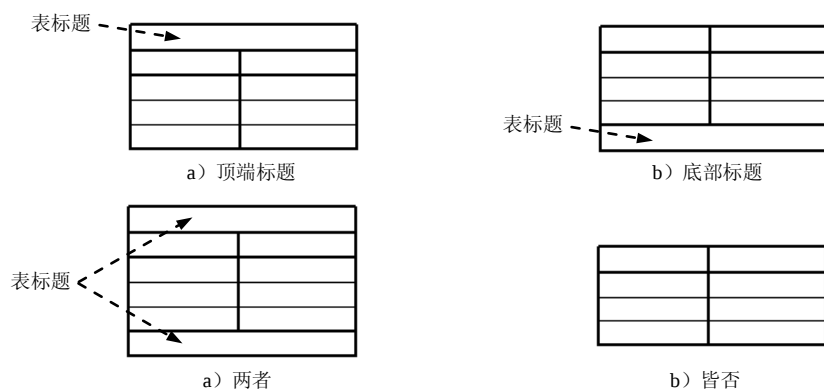

图 9.2.14 表标题位置显示
- 标题(T) 选项：通过调整该选项右侧  按钮来确定要在哪个表标题中输入文本和对文本格式的设置。
- 标题文本(T) 区域：用于输入表标题的内容，该内容可以由一行组成也可以输入多行。
- 位置(P) 下拉列表：用于设置表标题的显示位置，其中也有 4 种，如图 9.2.14 所示。